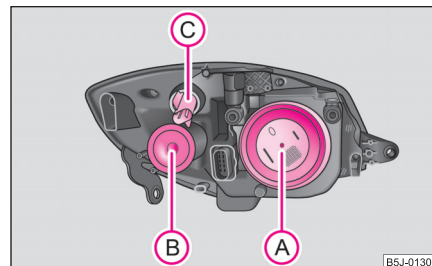

Fig. 198 Farurile din față:
Poziția becurilor în farurile din față ⇒ fig. 198.
- Scoateți capacul de protecție (A) ⇒ pagina 217, fig. 198.
- Rotiți dulia becului (C) spre stânga ⇒ pagina 217, fig. 198 și scoateți dulia împreună cu becul.
- Scoateți capacul de protecție (B) ⇒ pagina 217, fig. 198.